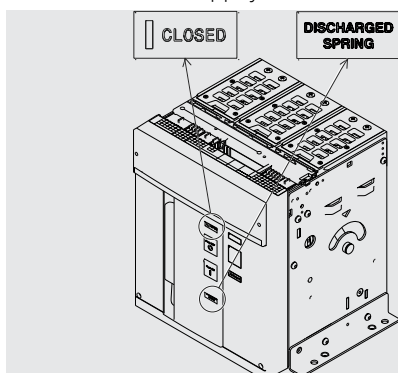

Figure 78
5. Contrôler que le disjoncteur soit fermé (indicateur ouvert/fermé "I - CLOSED"), et contrôler que les ressorts sont débandés (indicateur ressorts "blanc - DISCHARGED SPRING") comme indiqué dans la Figure 78.